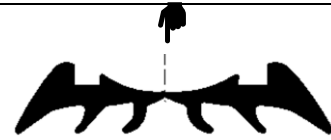

Abb.54
- Keildichtungen mittig trennen! (Abb.54)